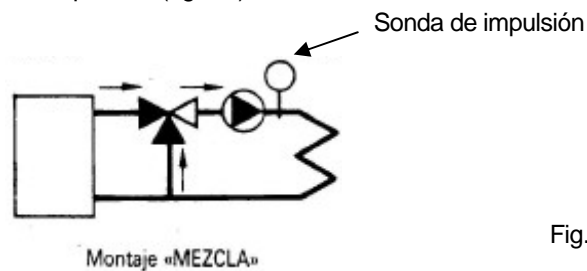

Fig. 04
- Sonda de impulsión y vaina: debe ser instalada a continuación de la válvula mezcladora dentro de su correspondiente vaina para sonda de impulsión (fig. 04).